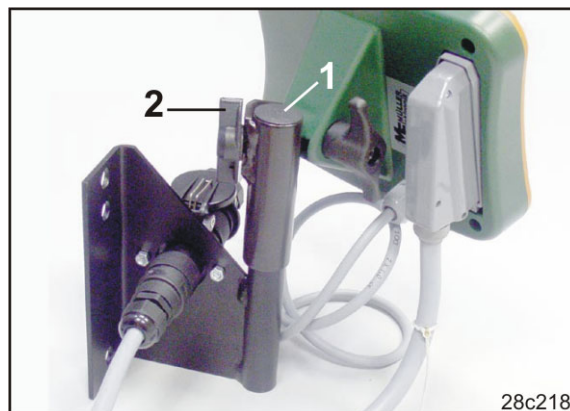

Fig. 12
1. Coloque o elemento de união (Fig. 12/1) em cima da consola e aperte com o parafuso de orelha (Fig. 12/2).